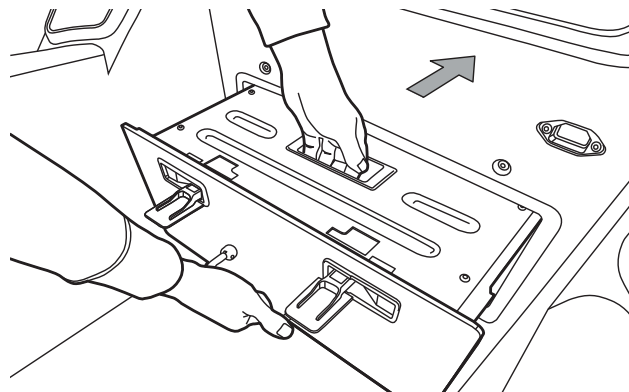

Abbildung 35: Schieben Sie das Akkumodul in den SE-3 Patroller
2. Vergewissern Sie sich, dass die Verschlüsse sich in der gleichen Position wie in **Abbildung 35** gezeigt befinden.